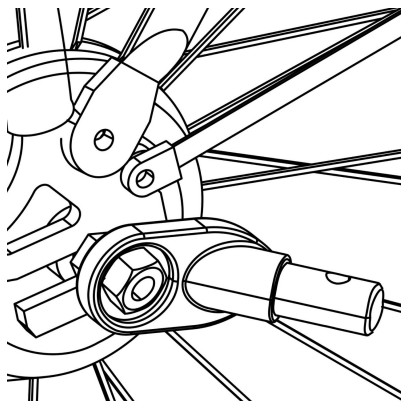

Figuur 11
1. Snelspanneras : Verwijder de snelspanner aan de linkerkant van de achteras van de fiets. Monteer de trekhaak tussen de snelspanner en het frame. Draai de snelspanner vast volgens de handleiding van de fietsfabrikant. De trekhaak kan op de fiets blijven zitten als de aanhanger is verwijderd (Figuur 11).